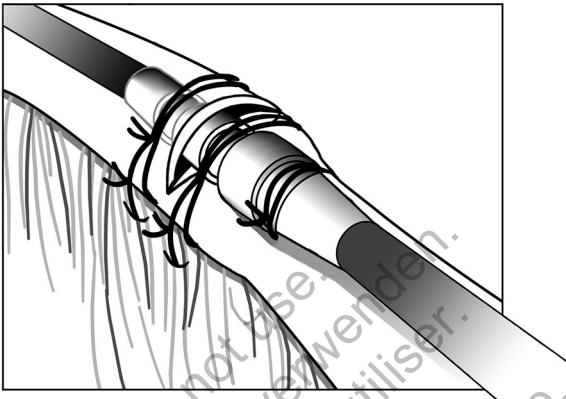

Figura 12. Ejemplo de manguito de sutura, técnica de venotomía
3. Usando el mismo surco, fije el cable y la vena a la fascia adyacente (Figura 12 en la página 32).